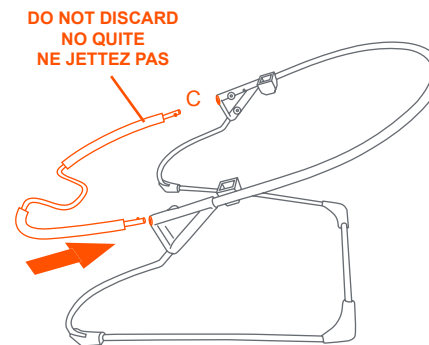

Fig. 2d
- DO NOT** Discard the Foam Padding from the Footrest Wire (Fig 2d).
- To Insert the Footrest Wire, align the ends to corner C of the 3-Way Connector. Be sure the small curvature parallels with the surface and the ends of the wire both point up (Fig 2d). Insert the ends into the 3-Way Connectors and be sure that they click into place.
- NO** quite la almohadilla de espuma del alambre del apoyapiés (Fig 2d).
- NE JETTEZ PAS** le rembourrage en mousse du fil repose-pied (Fig 2d).
- Pour insérer le fil repose-pied, alignez les bouts au coin C du connecteur triple. Assurez-vous que la petite courbure légère soit parallèle au sol et que les deux bouts du fil repose-pied soient tournés vers le haut (Fig 2d). Insérez les bouts dans les connecteurs triples et assurez-vous qu'il sont enclenchés.